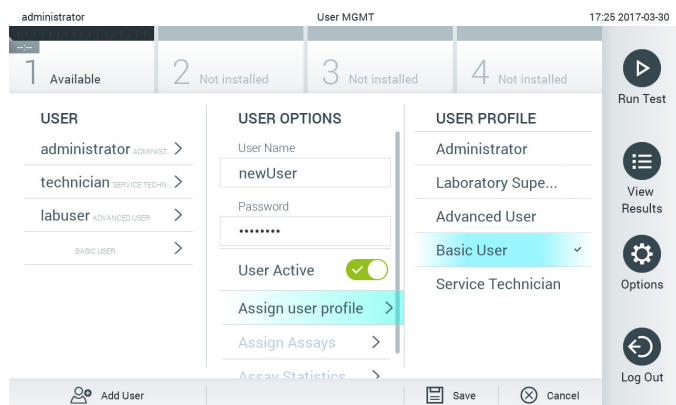

Figura 57. Alocarea unui profil de utilizator unui utilizator nou.
4. Apăsați **Assign User Profile** (Alocare profil de utilizator) și alocăți profilul de utilizator corespunzător (din lista din dreapta zonei de conținut) noului utilizator (Figura 57).